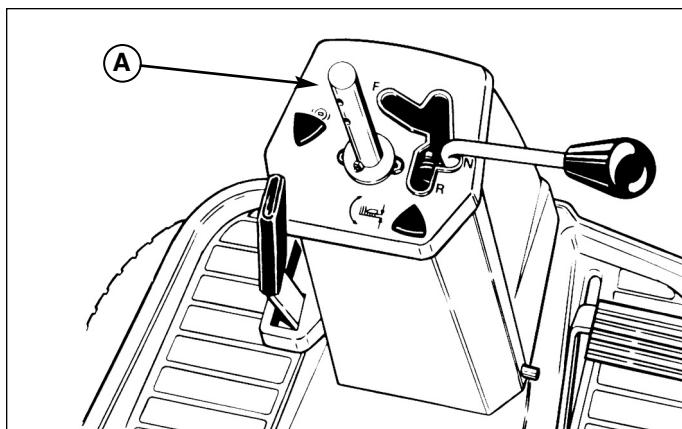

Figura 24. Ajuste de altura del volante
1. Tire hacia abajo la funda de goma para exponer los dos orificios en el árbol de la dirección (A, Figura 24).